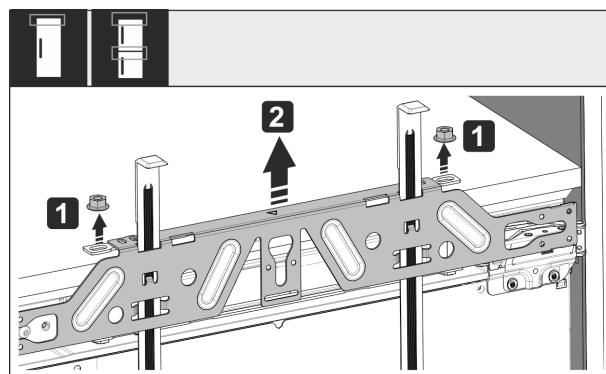

Fig. 51
- Loosen locknuts Fig. 51 (1).
- Remove crosspiece Fig. 51 (2).